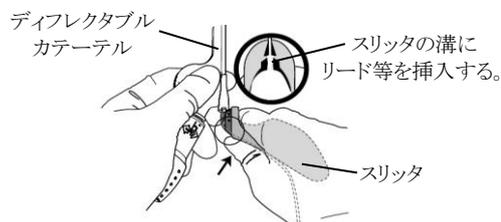

図3 スリッタ(6230UNI型)の保持
- ディフレクタブルカテーテルのハブ近くのリード等をスリッタの溝に挿入し、保持する(図3)。